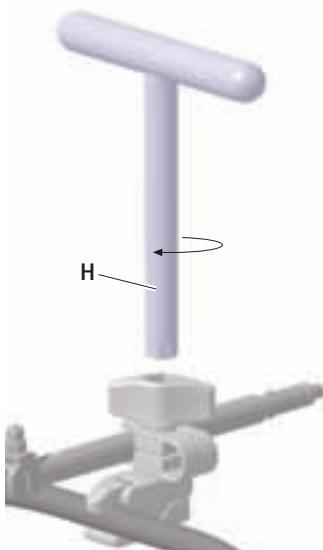

Fig. 8
- Apertar a porca de fixação **1** até ficar bem firme. Caso necessário, retesar com a chave em forma de **T H**, ver Fig. 8.